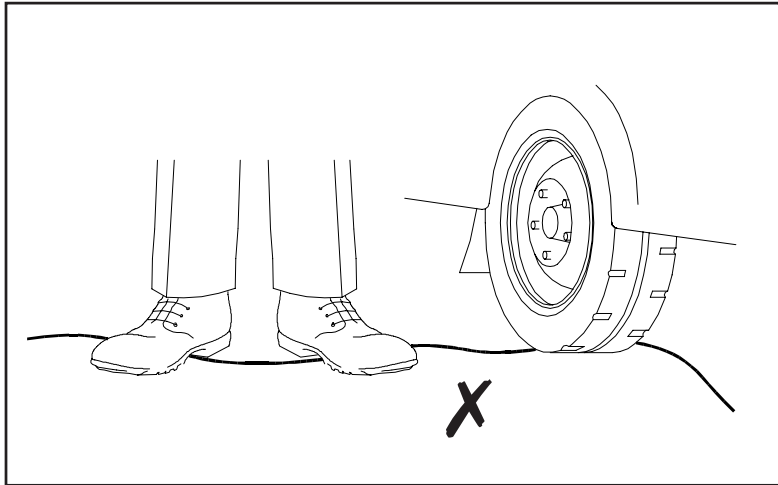

Figure 2
2. Les câbles détecteurs déroulés et prêts à être fixés au bâtiment doivent être protégés de dommages occasionnés par des personnes piétinant le câble ou par le passage de roues de véhicules. Les mauvais traitements illustrés par la figure 2 doivent